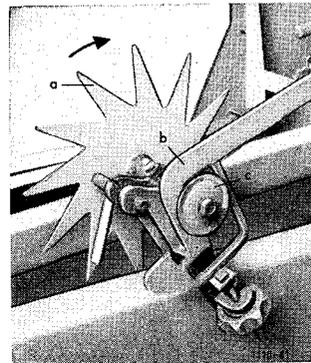

Bild 14
**Binder auslösen** (Bild 14): Zackenrad a in Pfeilrichtung drehen, bis Schaltstange b von Transportrolle c abspringt.
Binder entsichern (Stellung wie in Bild 14) - die Presse ist jetzt einsatzbereit.